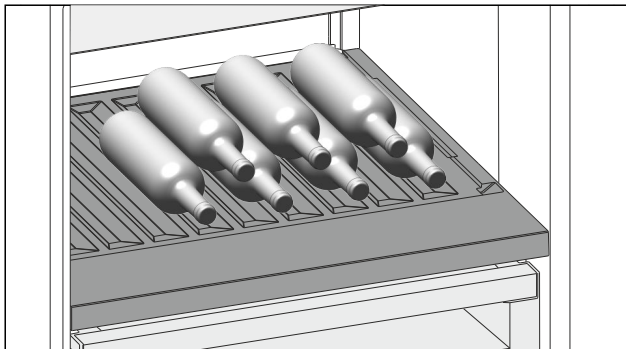

Fig. 143
- Inserire le bottiglie con il fondo rivolto verso la parte posteriore. (vedere Fig. 143)